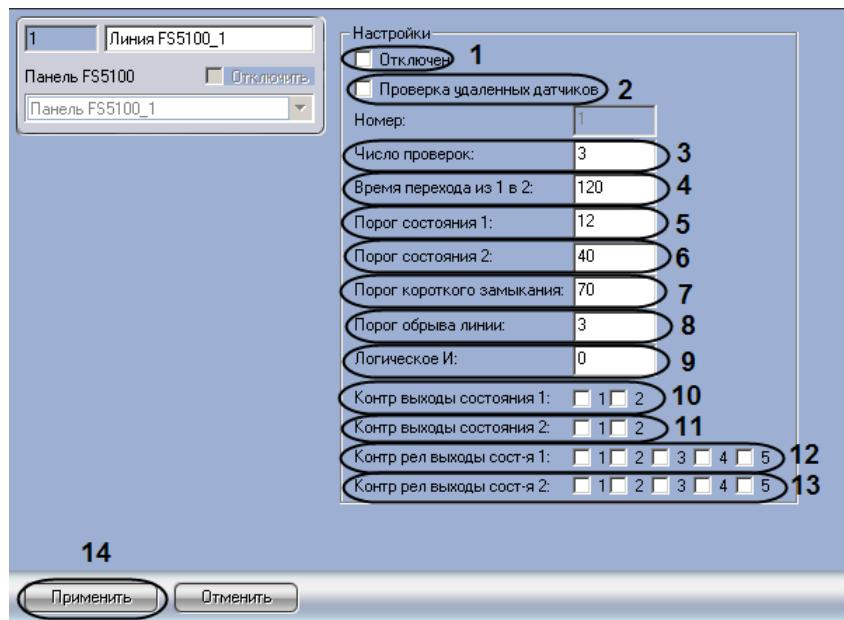

Рис. 3.4—4 Панель настроек объекта Линия FS5100
2. Для прекращения опроса линии необходимо установить флагок **Отключен** (см. Рис. 3.4—4, 1).
3. Для осуществления проверки удаленных датчиков необходимо установить флагок **Проверка удаленных датчиков** (см. Рис. 3.4—4, 2).